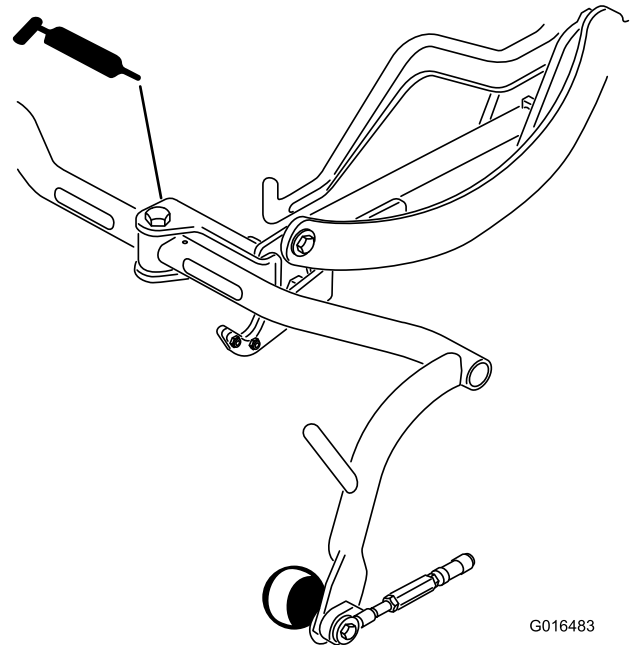

Bild 36
- Trägerrahmenscharnier (3) (Bild 36)